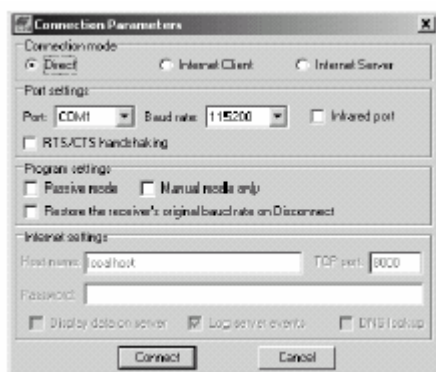

Figura 3-5. Parámetros Conexión RS232
- Para conexiones RS232 (Figura 3-5)